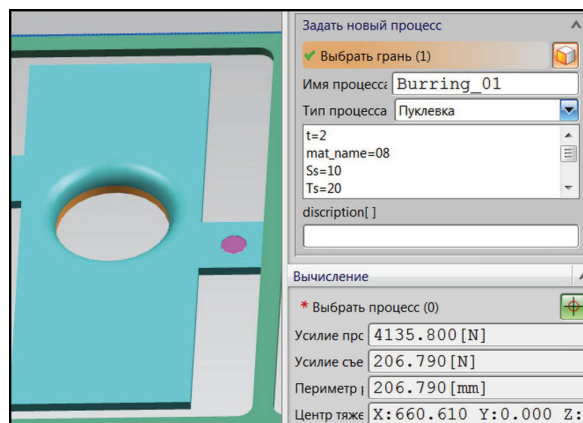

Рис. 6.20. Добавление операции «Отбортовка» – Burring\_01
12. Занесите в перечень процессов и формоизменяющую операцию **Отбортовка**. Откройте подраздел **Задать новый процесс**. Выберите **Тип** процесса **Пуклевка**. Измените **Имя процесса** *Burring\_01*. Укажите курсором мыши на буртик операции (желтый цвет). Нажмите кнопку **Добавить** (рис. 6.20).